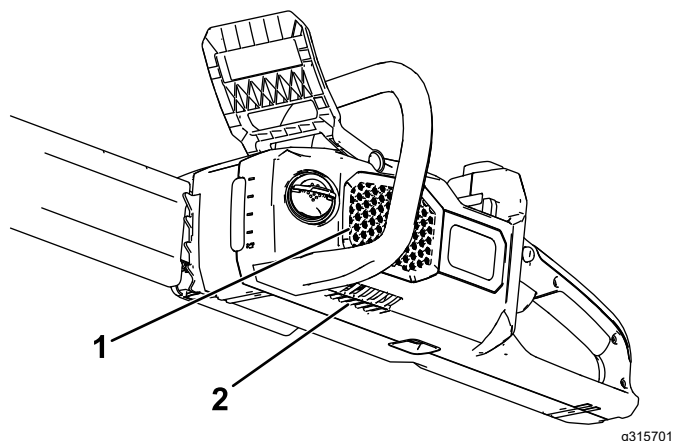

Figura 8
1. Compruebe que los orificios de ventilación de la motosierra están libres de polvo y residuos (**Figura 8**).